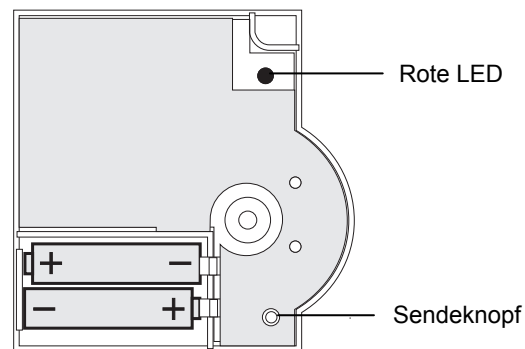

Abb. 13: Polung der Batterien und Sendeknopf
- ▶ Setzen Sie die mitgelieferten Mignon-Batterien mit richtiger Polung ein (siehe Abb. 13).